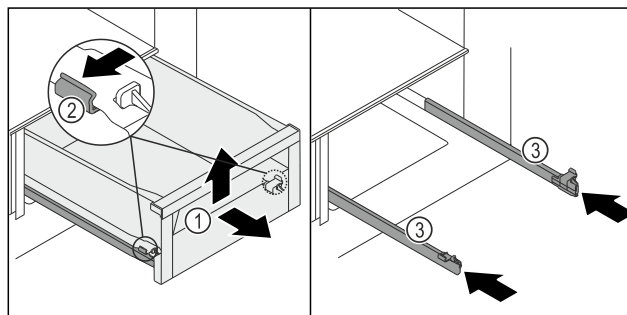

Fig. 131
- Schubfach Fig. 131 (1) bis zum Anschlag herausziehen.
- Klemme Fig. 131 (2) links und rechts an den Schienen gleichzeitig leicht nach außen drücken.
- Schubfach Fig. 131 (1) löst sich von den Schienen.
- Schubfach Fig. 131 (1) vorne hochheben.
- Schubfach Fig. 131 (1) nach vorne entnehmen.
- Schienen Fig. 131 (3) einschieben.